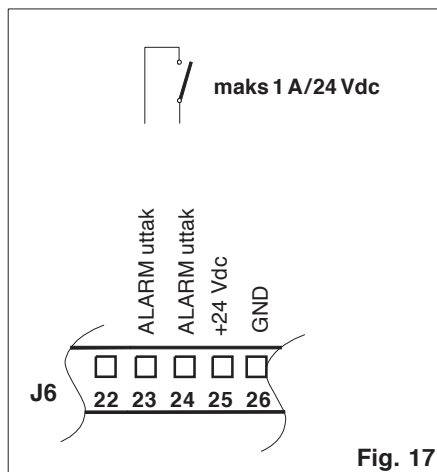

Fig. 17
**7 J6 Terminal** Kopling til reléutgang og spesialfunksjoner (Fig. 17, 18, 19).**BESKRIVELSE AV TERMINAL****20 Omkoplingsrelé - felles****21 Omkoplingsrelé - N.O. kontakt**